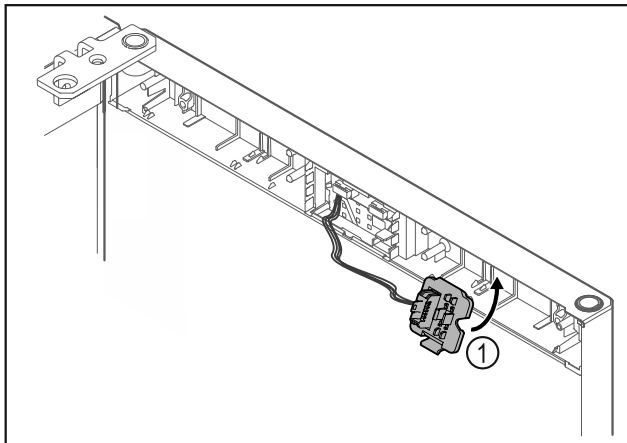

Fig. 16
- ▶ Zaklapněte držák zástrčky Fig. 16 (1) na protilehlé straně.*